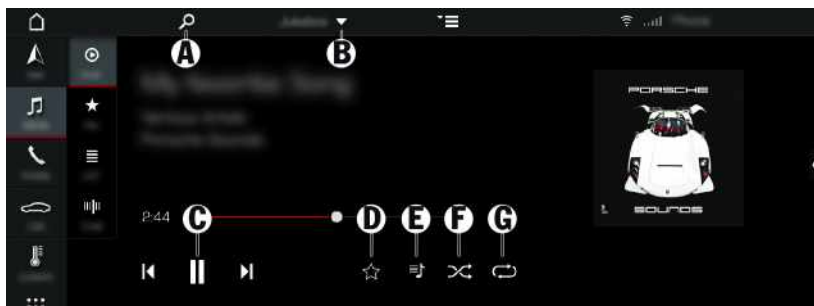

図 179 : メディアを再生する
- 現在の再生リストを表示する:  (E (図 179) を参照)
- ランダム再生を有効にする:  (F (図 179) を参照)
- 曲を繰り返し再生する:  (G (図 179) を参照)